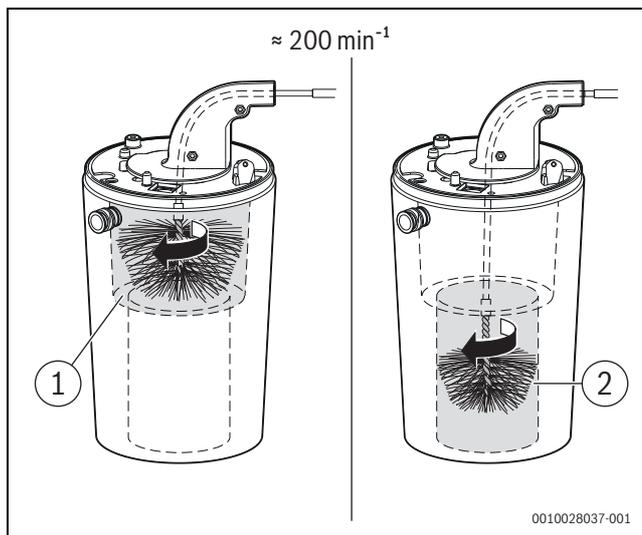

Fig. 111 Nettoyage du corps de chauffe (env. 200 tr/min, rotation à droite uniquement)
- Répéter le processus avec la petite brosse pour la zone inférieure (→ fig. 111, [2]).